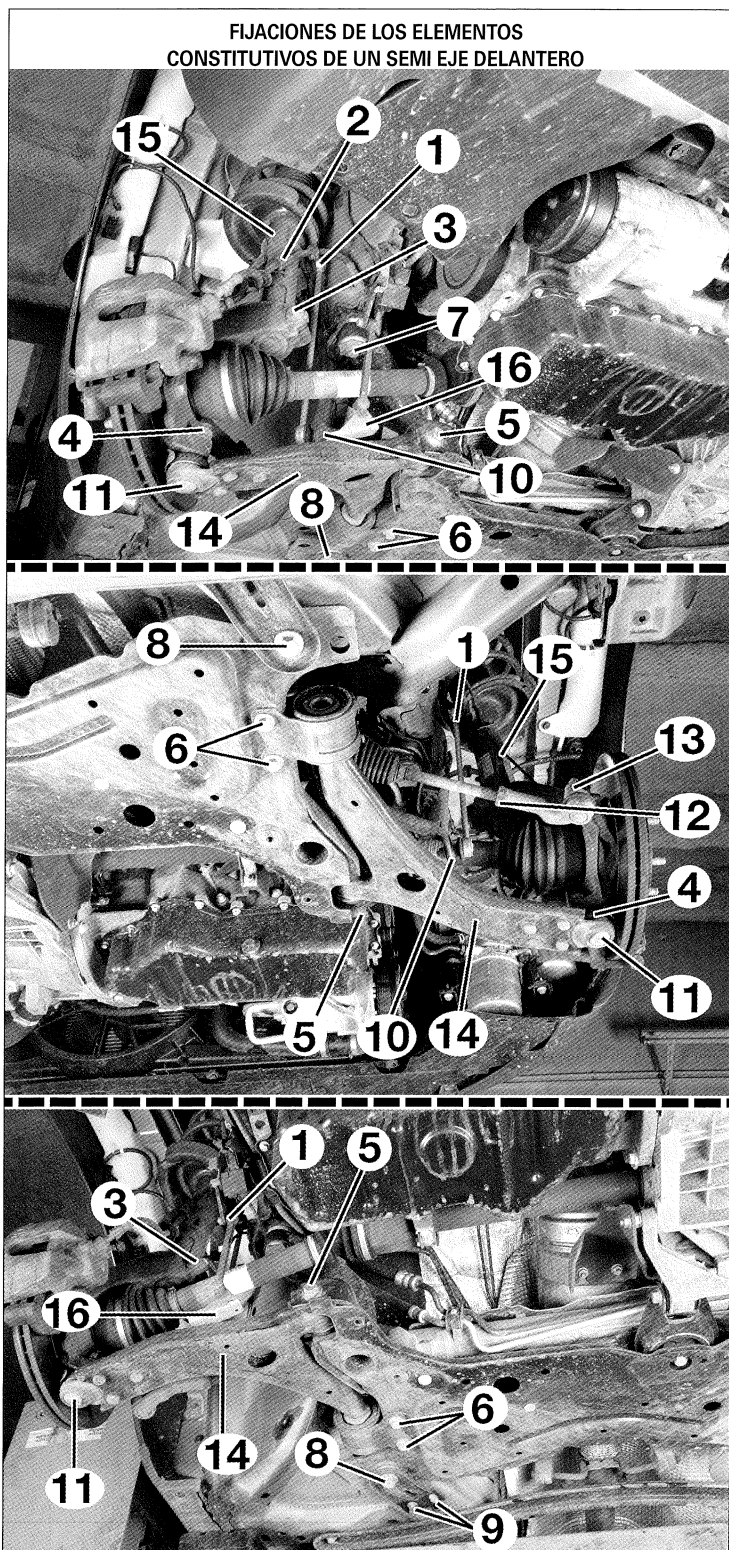

FIG. 3
- la tuerca (1) de rótula superior de bieleta de barra estabilizadora (fig. 3).
- el caballete de fijación (2) del latiguillo de freno y separar éste.
- el tornillo de fijación (3) del elemento de suspensión.
- el soporte de captador delantero de reglaje de altura de los faros (según versión) (16) (fig. 3).
- el perno de sujeción (4) de la rótula de mangueta (11) y separar la misma de la mangueta bajando el brazo de suspensión. Recuperar el protector de rótula.
- el soporte del captador anterior de reglaje de altura de los faros del brazo inferior derecho y colocarlo a un lado (16) (fig. 3) (si va equipado).
- Desmontar (**fig. 3**):
- la tuerca de la rótula de dirección (13).
- la tuerca de la rótula inferior de la barra estabilizadora (10).
- la tuerca de la rótula inferior de triángulo (4).
- Desmontar los tornillos (7), (8) y (9) (**fig. 3**) de fijación de la cuna.